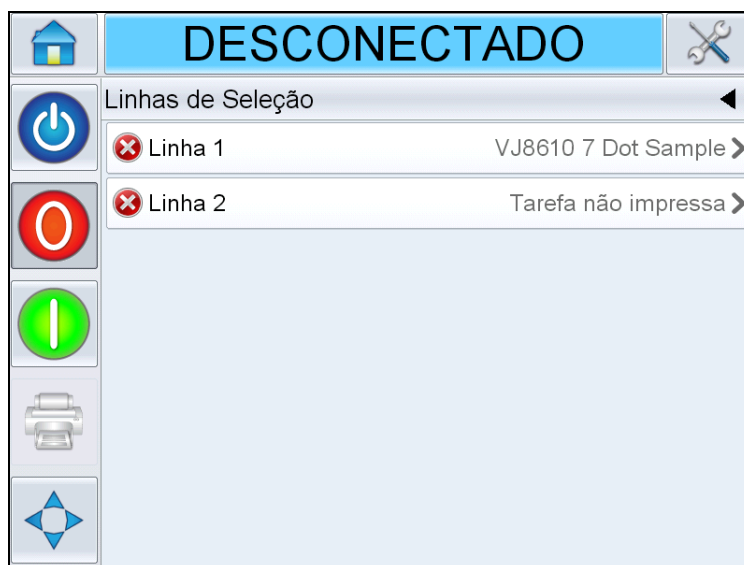

Figura 6-20: Página Seleção de Linha
- 4 A página *Seleção de linha* é exibida novamente (consulte Figura 6-20).